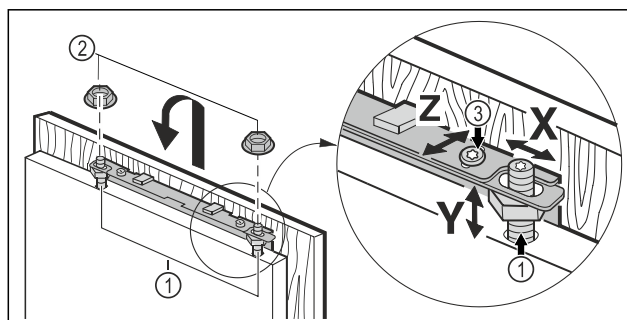

Fig. 21
- ▶ Accrocher la porte du meuble aux boulons de réglage Fig. 21 (1) et visser les contre-écrous Fig. 21 (2) sans serrer sur les boulons de réglage.
- ▶ Régler la porte du meuble à la hauteur Y et ajuster l'inclinaison latérale : Régler les boulons de réglage Fig. 21 (1) avec un tournevis.
- ▶ Serrer les contre-écrous Fig. 21 (3).